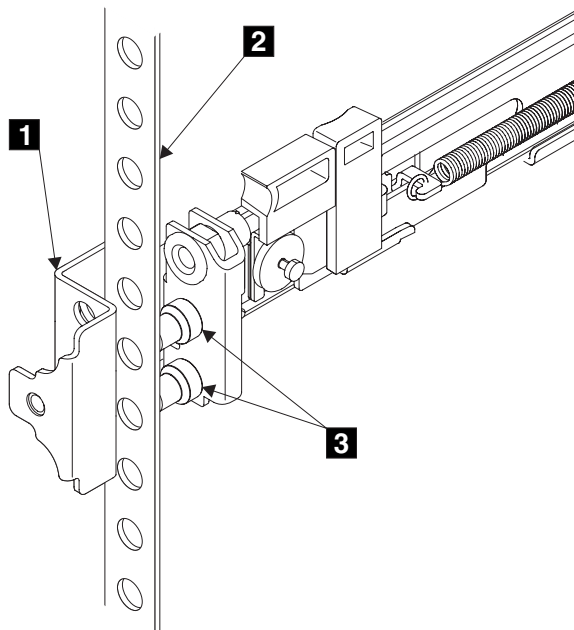

図 116. レールのフロントエンドの取り付け
6. 左レールの前面の端をラック・キャビネットにはめる。前面ブラケットの上端 **1** (図 116) が、ラック上の必要な EIA マーキングに合うように調整します。